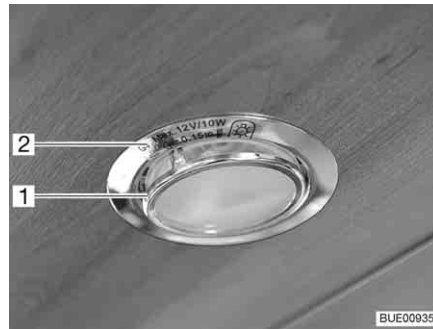

Fig. 284 Lampe halogène encastrée (plate)
Lampe halogène encastrée (Fig. 284,2) est incorporée dans le cache.
- Soulever la bague de recouvrement intérieure avec le panneau en verre (Fig. 284,1) à l'aide d'un outil approprié (par ex. tournevis) et la sortir du boîtier.